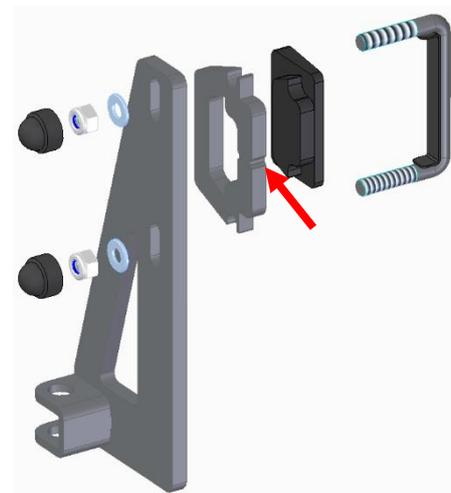
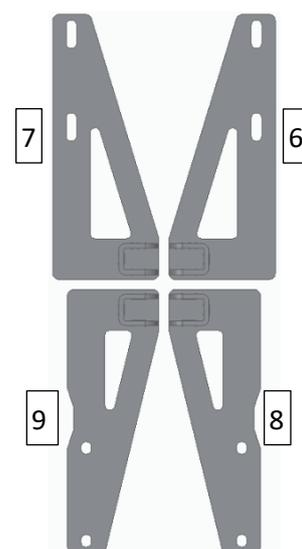

Abbildung 2
Abbildung 3
Danach werden die Gewindebügel (12) ebenfalls von der Innenseite des Scharniers auf das Scharnier geschoben. Während eine Person den Gewindebügel auf der Innenseite des Scharniers hält, montiert eine weitere die Kunststoff- (11) , Blechunterlage (10) und die Halterung (6, 7, 8 oder 9) mit den Unterlegscheiben (20), Muttern (19) und Schutzkappen (23 - Abb. 2). Bei 90° geöffneter Türe zeigen die Auskerbungen (siehe Pfeil in Abb. 2) in der Blechunterlage immer Richtung Fahrzeugfront. Ziehen sie die Muttern gleichmäßig an. Bei den unteren Halterungen (8+9 in Abb. 3) können die Muttern gleich mit 20Nm festgezogen werden, die oberen (6+7 in Abb. 3) reichen vorerst handfest.